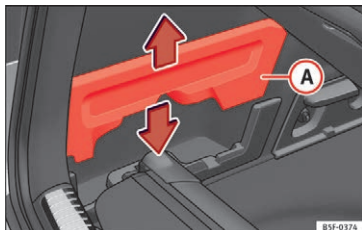

Fig. 165 I bagagerummet: holder til opbevaring af bagagerumsafdækning
- Fjern afdækningerne »» **Fig. 165** **A** i venstre og højre side.